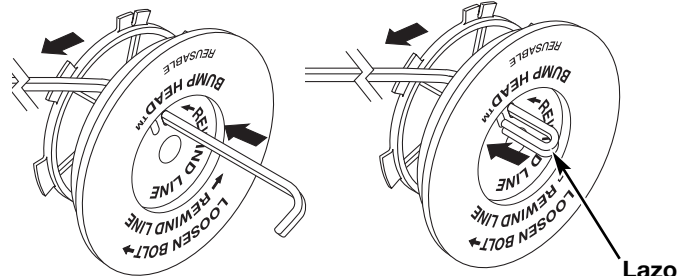

Fig. 15
7. Inserte el extremo de la línea en el orificio abierto del carrete interior y tire de la línea en forma ajustada a fin de que el lazo sea lo más pequeño posible (Fig. 15).